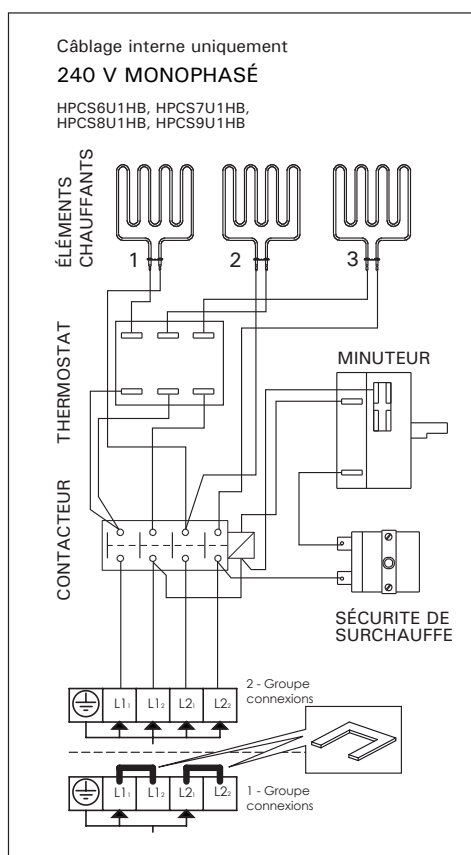

Figure 6. Connexions électriques de poêle
- Voir le schéma de câblage correspondant au modèle de poêle (voir fig. 6). Le poêle doit être installé de manière permanente en utilisant une conduite hermétique entre le poêle et le mur de la cabine (les marettes de raccord ou prises de courant mâle ne sont pas autorisés dans la cabine). Le câblage doit être effectué par un électricien agréé qui doit suivre le schéma de câblage fourni et respecter les codes locaux. Utilisez du fil de cuivre du bon calibre pouvant résister à une température de 194 °F (90 °C) à l'intérieur des murs du sauna. Utilisez les bornes de terre prévues sur le poêle du sauna pour mettre l'équipement à la terre conformément au code national de l'électricité et aux codes locaux.